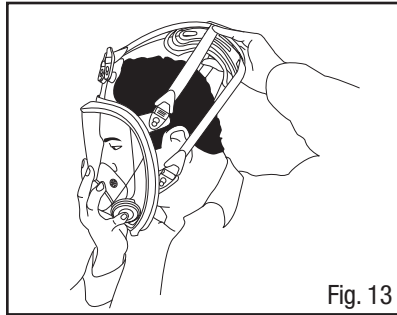

Fig. 13
2. Sostenga el frente de la pieza facial con una mano y aleje las bandas/el arnés de la pieza facial con la otra mano, creando una abertura para la cabeza. Jale el ensamble del respirador hacia abajo sobre la cabeza y cara a través de la abertura. Coloque la nariz en la copa nasal y la barbilla en la copa para barbilla, luego presione la pieza facial con firmeza y de manera uniforme contra la cara (Fig. 13).
3. Jale el Arnés para la cabeza hacia la parte posterior de la cabeza (Fig. 13).